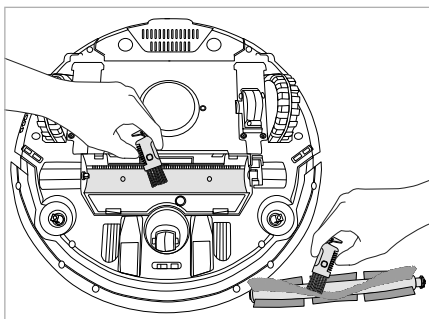

Rys. 15
- 1) Wyciśnij górną stronę osłony wałka szczotkowego 23, aby ją zdjąć z urządzenia (patrz rys. 15).